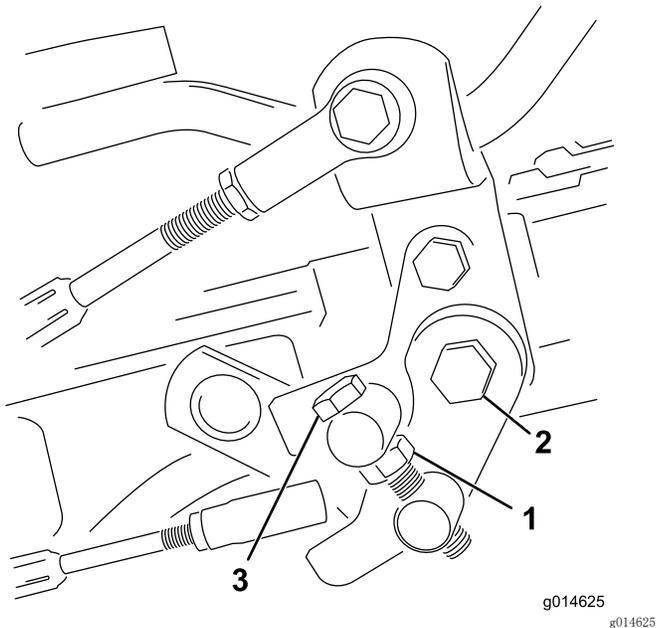

图40
1. 松开枢轴螺栓上的锁紧螺母（图40）。
4. 上紧枢轴螺栓上的锁紧螺母和踏板枢轴上的螺母，锁定调整（图40）。检查调整情况，并按需要调整。